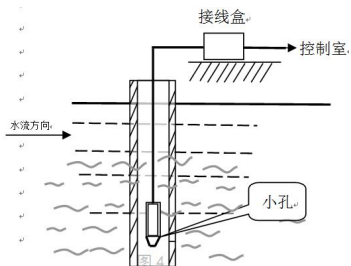

图 4
- 在水道中插入钢管，要求钢管壁厚稍厚一些，并在管壁上不同高度打若干小孔，起到阻尼水波和消除动水压力的影响；（见图 4）